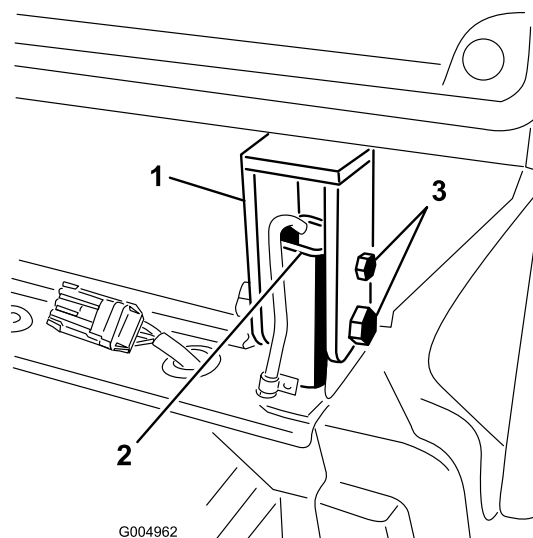

Figure 25
12. Serrez les boulons et écrous pour fixer les supports arrière de la cabine aux montants de l'arceau de sécurité (Figure 25). Ajustez le cric si les boulons coincent et sont difficiles à retirer.